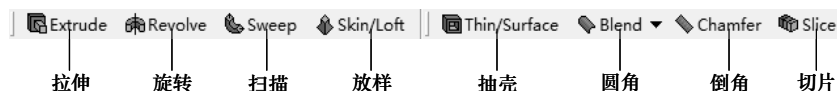

图 2-12 【几何建模】工具栏
(5)【几何建模】工具栏 【几何建模】工具栏中的命令用于三维界面的各种运算,包括拉伸、旋转、扫描、放样等三维几何体创建操作,如图 2-12 所示。